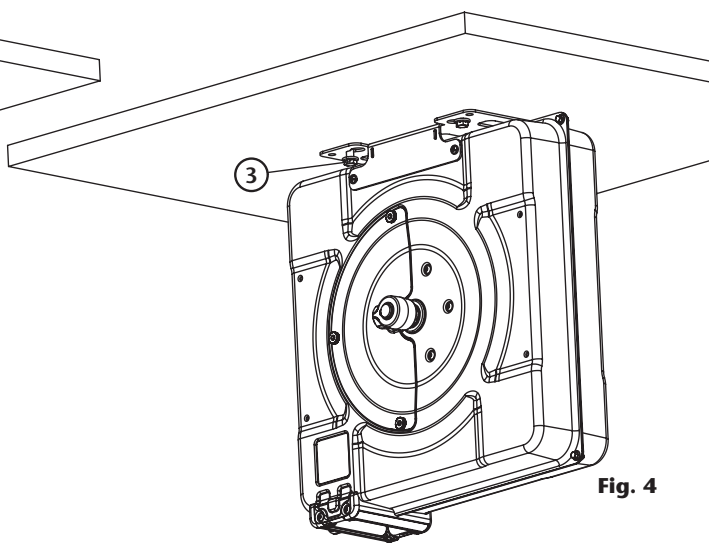

Fig. 4
- Una vez el enrollador esté colgado, sin dejar de sujetarlo, introducir los otros 2 tornillos restantes (3) (fig. 4), los cuales no deberán tener una longitud superior a 10 mm para poder introducirlos con facilidad.